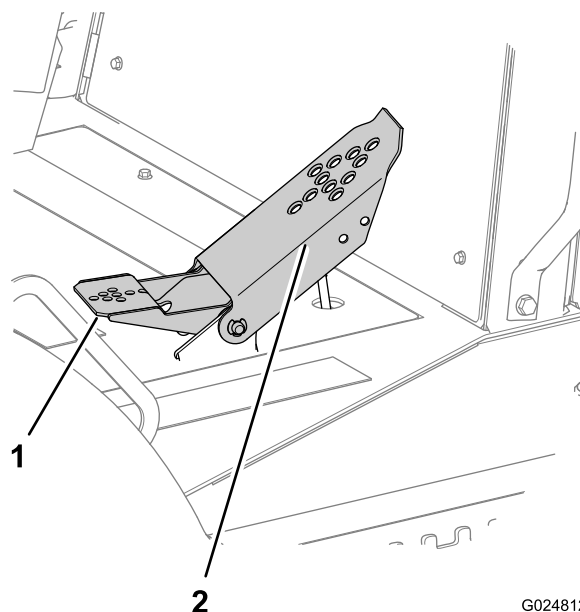

Bild 40
- Treten Sie die den oberen Bereich des Pedals durch, um mit der Maschine vorwärtszufahren (Bild 40).
- Treten Sie den unteren Bereich des Pedals durch, um mit der Maschine rückwärtszufahren (Bild 40).
- Verstellen Sie das Pedal in die Richtung der Neutral-Stellung, um die Geschwindigkeit der Maschine zu verringern oder sie anzuhalten (Bild 40).